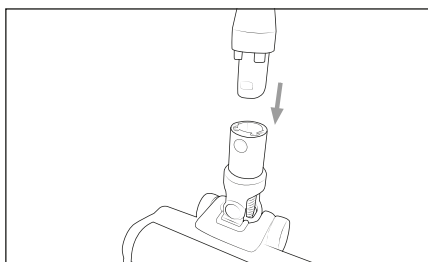

Fig. 2
- 2) Sæt sugerøret **23** ind i gulvbørsten **20**, indtil det klikker på plads, så det kan høres (se fig. 2). Alternativt kan du forbinde gulvbørsten **20** uden sugerøret **23**.